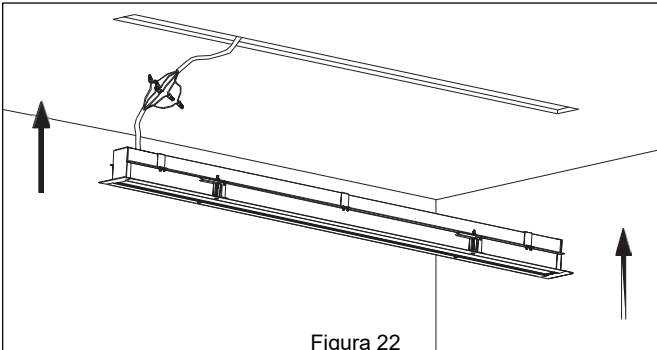

Figura 22
5. Haz las conexiones del cableado según el **Diagrama de Cableado. Ver Figura 22.**